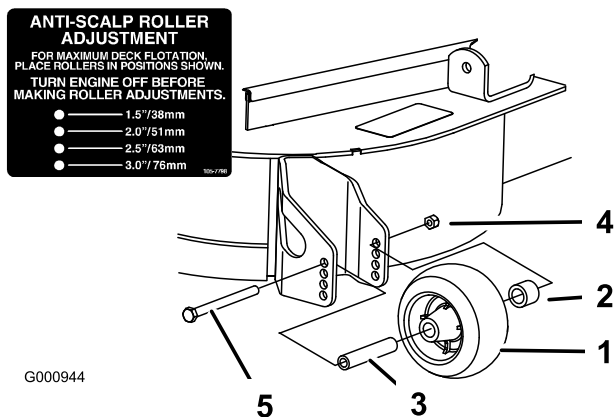

Figure 13
1. Après avoir réglé la hauteur de coupe, réglez les galets en retirant l'écrou à embase, la bague, l'entretoise et le boulon (Figure 13).
3. Montez l'écrou à embase, la bague, l'entretoise et le boulon. Serrez à un couple de 54 à 61 Nm (Figure 13).